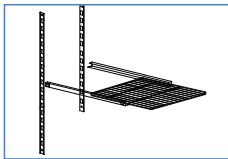

Figure 2
- Sistemare i supporti griglia all'interno della cella, nella posizione più consona all'uso, inserendo ogni supporto nei montanti forati fissati sul fondo della cella ed innestando la linguetta laterale nell'apposita sede ricavata sui fianchi o sui montati del tavolo (Fig. 2).